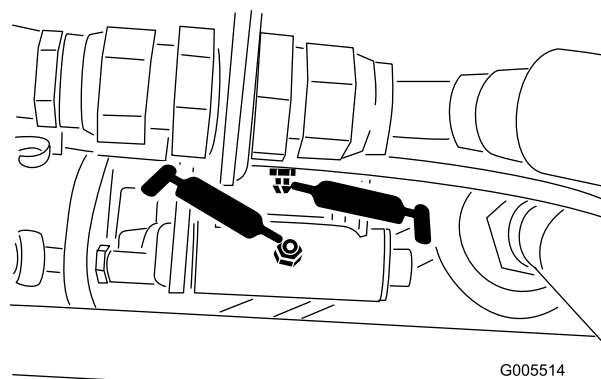
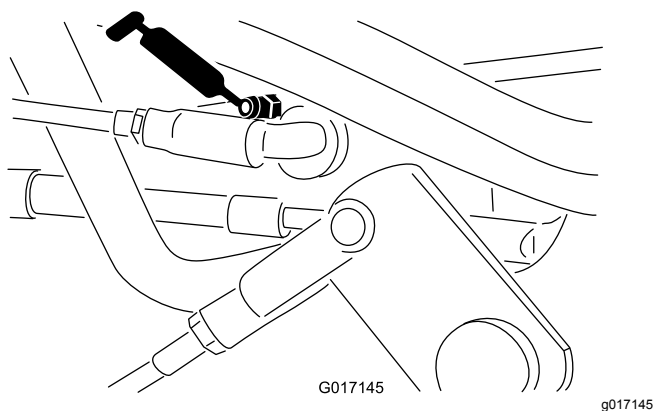

Figura 37
Figura 38
- Acoplamiento del selector de velocidad (Figura 37 y Figura 38)